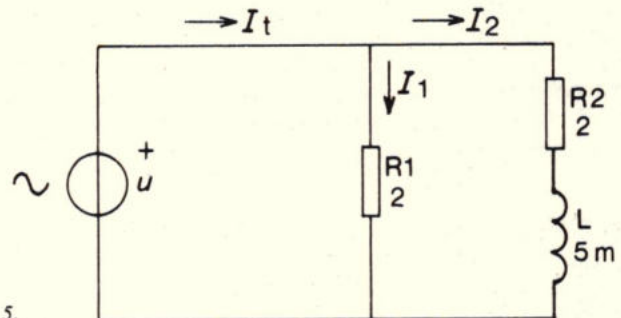

Fig. 5.
7. In de schakeling van fig. 5 is $I_2 = 5A$ en $u = U \sin \omega t$ met $\omega = 400 \text{ rad/s}$.